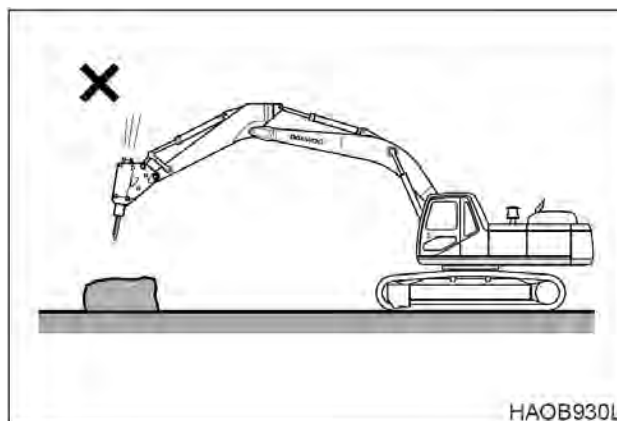

Рис. 71
3. НЕ использовать дробилку в качестве молота. См. рис. 71.